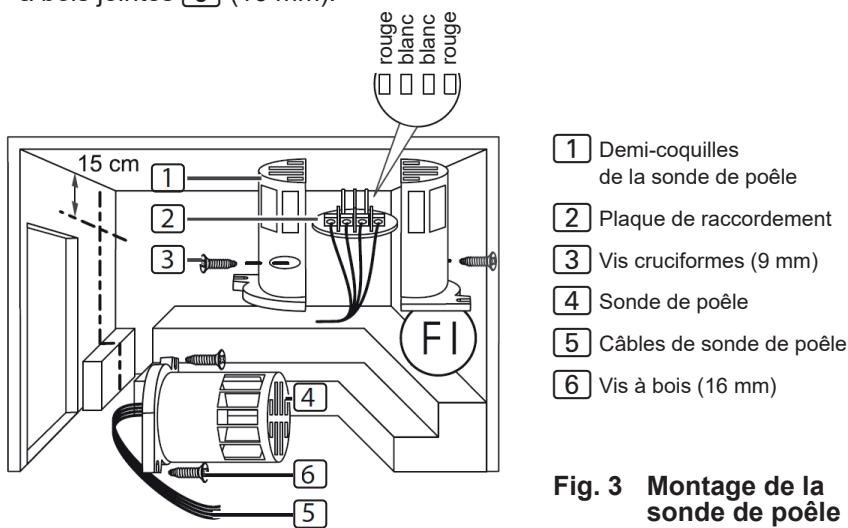

Fig. 3 Montage de la sonde de poêle
Pour le montage de la sonde de poêle, suivez les étapes suivantes (voir **Fig. 3**) :
3. Branchez les quatre raccordements du câble de la sonde de poêle **5** conformément à la **Fig. 3**.
4. Posez la plaque de raccordement **2** en travers (voir **Fig. 3**) dans les demi-coquilles de la sonde de poêle.